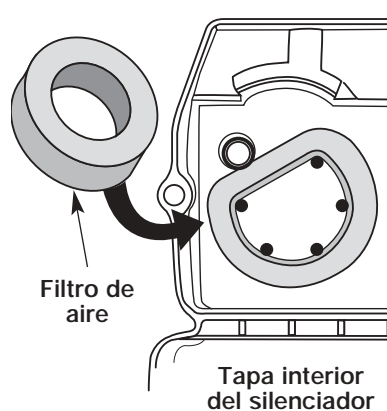

Fig. 27
2. Gire la tapa y ubique el filtro de aire adentro. Saque el filtro de aire de adentro de la tapa del filtro de aire / silenciador (Fig. 27).
6. Cambie el filtro de aire dentro de la tapa del filtro de aire / silenciador (Fig. 27).